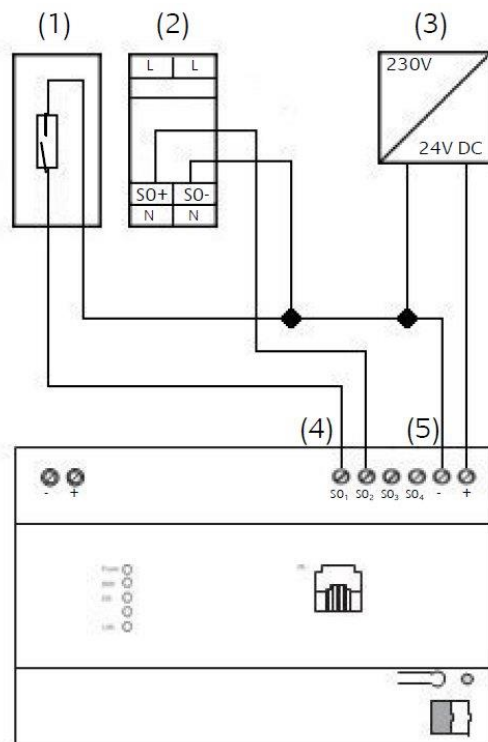

Abbildung 6: Anschluss S0
- 24 V DC an die Anschlussklemme für die Spannungsversorgung der S0-Schnittstelle (**Abbildung 6, (5)**) anschließen. Keine 230V anschließen!
- S0-Geräte an S0-Schnittstellen wie folgt anschließen (**Abbildung 6, (4)**).